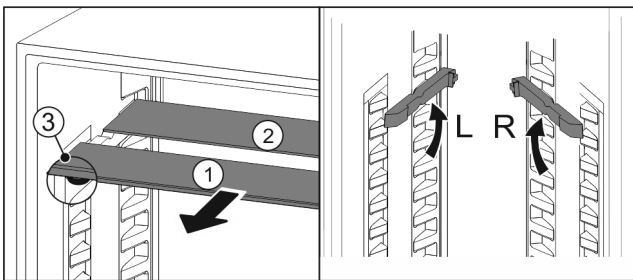

Fig. 97
- Издърпайте Fig. 97 (1) поотделно стъклените плочи напред.
- ▷ Стъклената плоча Fig. 97 (1) с декоративната лайстна е отпред.
- ▷ Ограничителите Fig. 97 (3) сочат надолу.